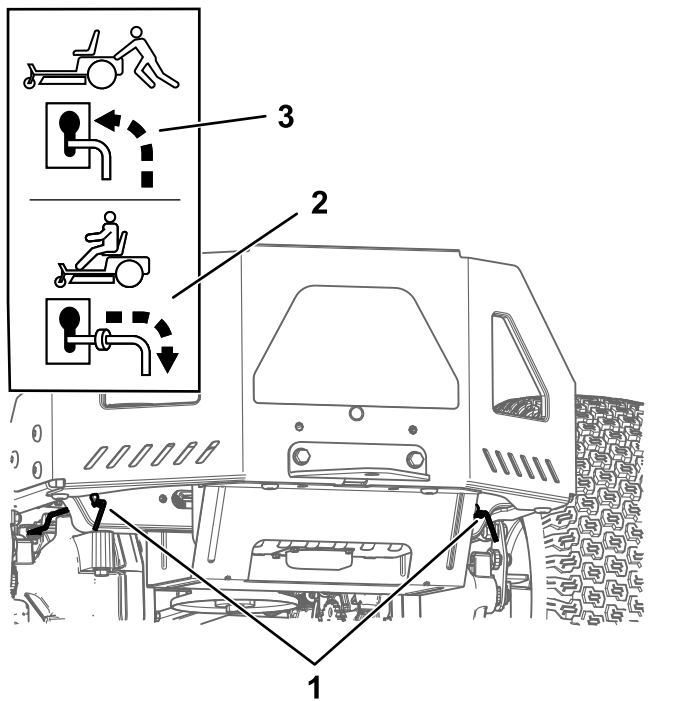

Figura 31
4. Deplasai ambele manete de bypass spre față i în jos prin orificiu pentru a le bloca (Figura 31).